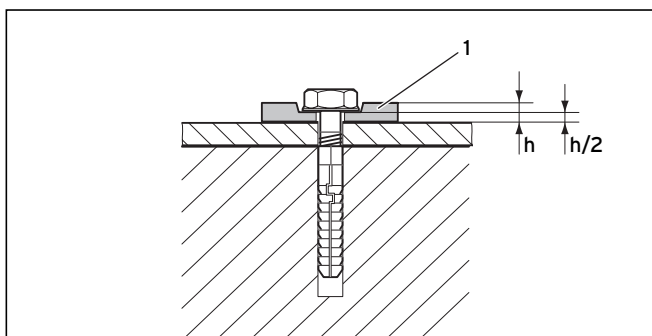

Abb. 4.64 Befestigung mit flexiblen Unterlegscheiben
Verwenden Sie unbedingt die 4 flexiblen Unterlegscheiben (1), um Materialdehnungen ausgleichen zu können. Verpressen Sie die Unterlegscheiben um 50% (→ Abb. 4.64).